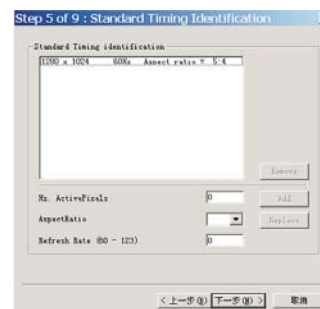

Fig. 35
4. Click Next, bring up Fig. 35.